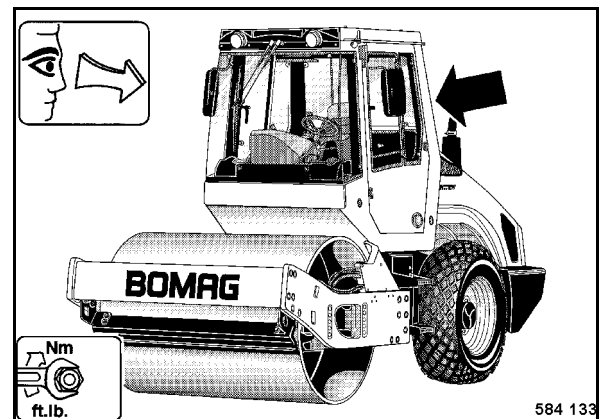

Fig. 163
- Comprobar la cabina y en especial la estructura del ROPS (Fig. 163) por grietas, corrosión, defectos y piezas de fijación ausentes.